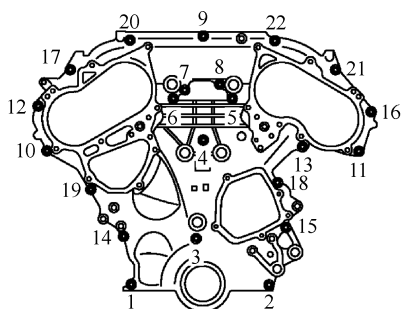

图 3-17 安装正时链条箱盖
② 安装时确定每个密封唇的方向。
③ 使用适当的冲头[外径:60mm(2.36in)],压下固定油封,直至与前正时链条箱端面齐平。
④ 确认弹簧到位,密封唇还未翻转。
① 用管压缩器(通用维修工具)将密封胶连续地涂抹到水泵盖。
② 请使用原装密封胶或同等产品。
① 用管压缩器(通用维修工具)在前正时链条箱背面涂抹连续的密封胶。
③ 安装前正时链条箱,使它的定位销孔适合后正时链条箱上的定位销。
④ 按照如图 3-17 所示的数字顺序拧紧装配螺栓到规定力矩。
M8 螺栓: 1、2(图 3-17)
M6 螺栓: 3~22(图 3-17)